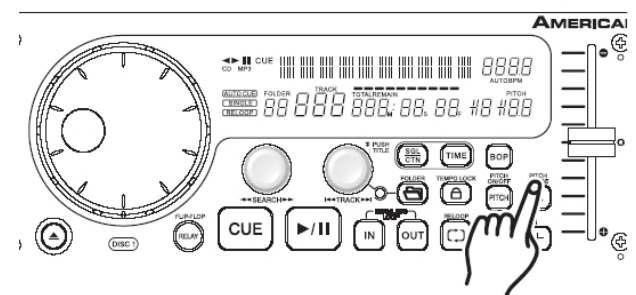

Abbildung 28
Auswahl des Pitchbereiches: Der Pitchbereich kann zwischen $\pm 4, 8, 16\%$ ausgewählt werden. Bei Audio CDs ist zusätzlich ein Hyperpitch von $\pm 100\%$ möglich. Diese Auswahl geschieht über die **Pitchrange Taste (11)** (Abbildung 28). Der aktuelle Pitchbereich wird kurzfristig im Display angezeigt. 4% ist die kleinste Veränderung, 16% die größte bei MP3 CDs, bei Audio CDs 100% . **Achtung:** Bei einer Pitcheinstellung von -100% wird die Wiedergabe gestoppt.